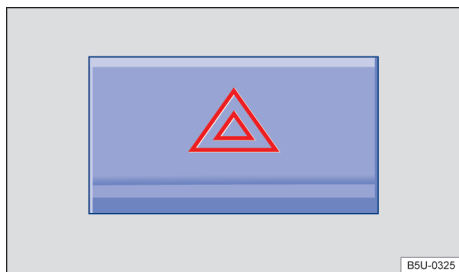

Fig. 40 Na parte superior do console central: interruptor das luzes de advertência.
2. Ligar as luzes de advertência com o interruptor **▲** → Fig. 40.
As luzes de advertência também podem ser desligadas ao pressionar o interruptor **▲** no painel de instrumentos → Fig. 40. ▶